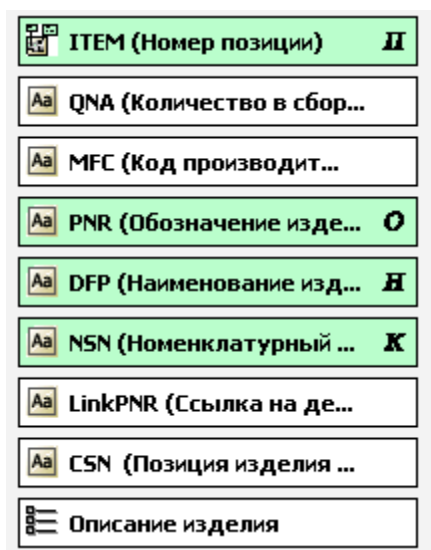

Рис. 3.32
4) Нажмите на кнопку **Применить**. Новый атрибут появится в окне настройки перечня (Рис. 3.32).